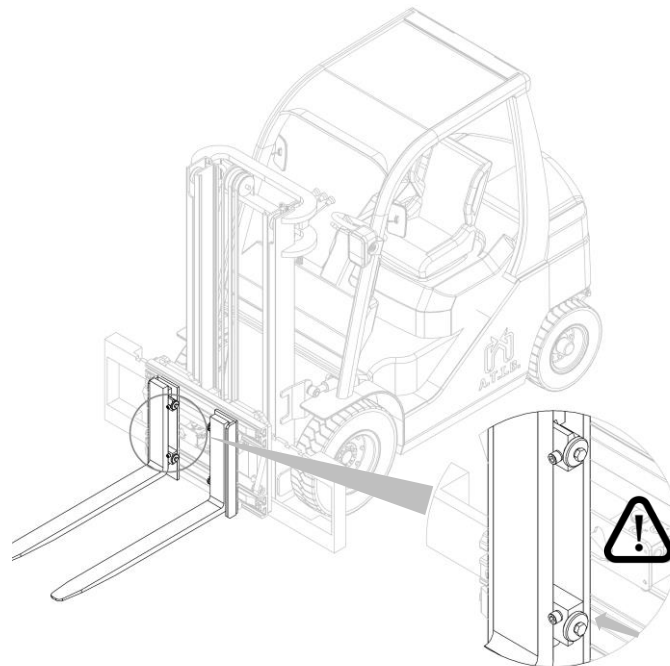

Figure 10
2. Insérer les fourches et revisser les butées de fourche (voir *Figure 10*).